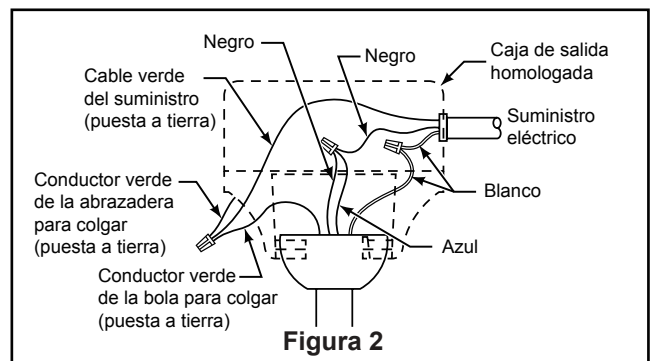

Figura 2
1. Conecte el conductor verde con conexión a tierra de la bola para colgar y el conductor verde con conexión a tierra de la abrazadera para colgar al conductor de suministro con conexión a tierra (posiblemente un conductor desnudo o un cable con aislante verde). Conecte los cables a los conectores provistos de forma segura. (Figura 2)
2. Conecte el conductor blanco del motor del ventilador al conductor blanco (neutro) mediante el conector provisto de forma segura. Conecte el conductor negro del motor del ventilador y el conector azul al conductor negro mediante el conector provisto de forma segura. (Figura 2)